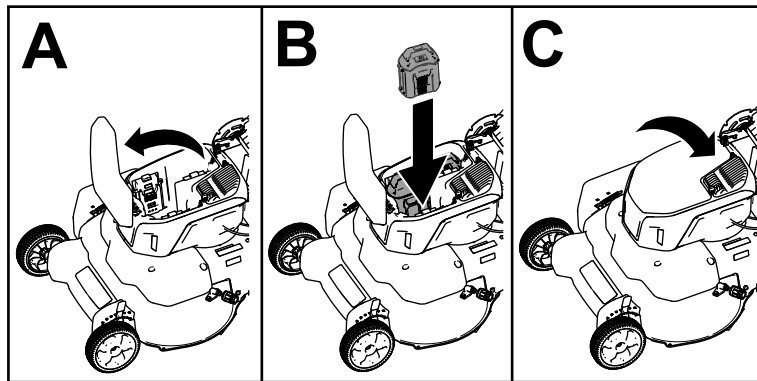

Figure 10
2. Soulevez le couvercle du compartiment de la batterie (A de la Figure 10).
3. Placez le creux dans la batterie en face de la languette sur la machine, et glissez la batterie dans le compartiment jusqu'à ce qu'elle s'enclenche en position (B de la Figure 10).
4. Refermez le couvercle du compartiment de la batterie (C de la Figure 10).